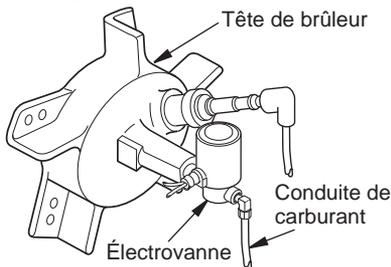

Figure 14 - Conduite de carburant au niveau de l'électrovanne
3. Utilisez une clé de 7/16 po et serrez les conduites de carburant au niveau de l'électrovanne, de la pompe et de la cartouche à filtre à carburant (si présente) (voir figures 14 et 15).